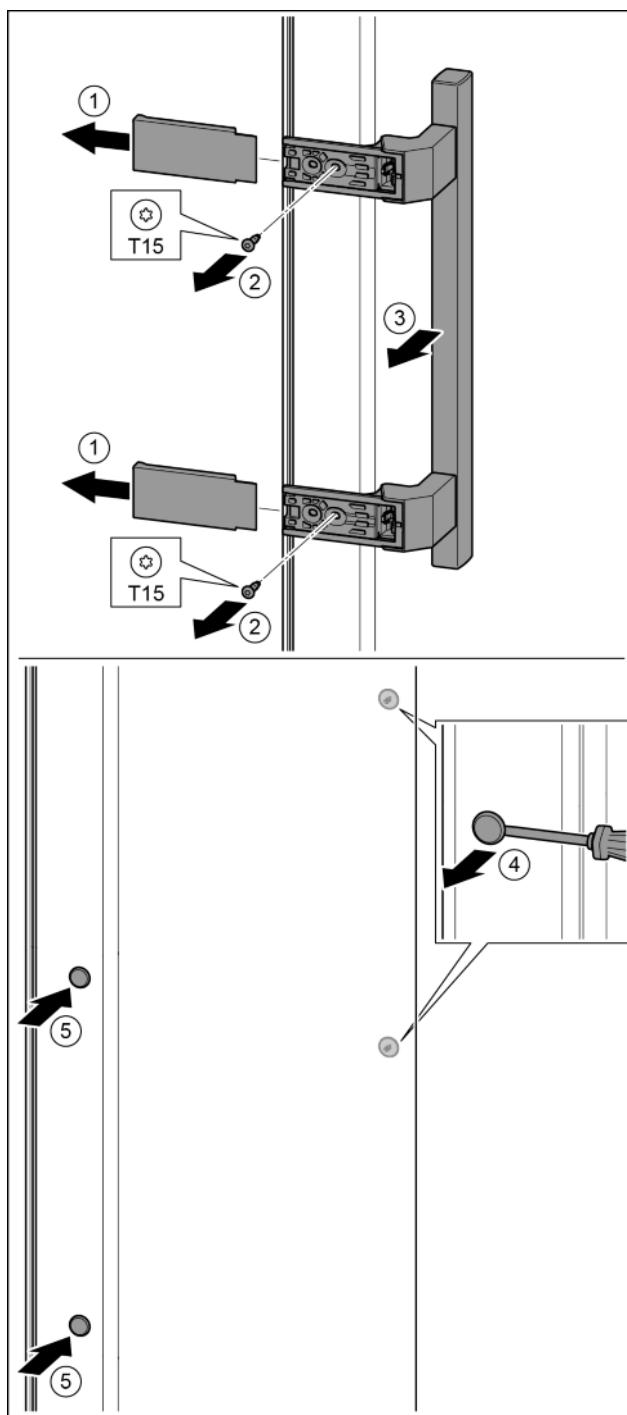

Fig. 31
- Снять крышки. *Fig. 31 (1)*
- Выкрутить винты отверткой T15. *Fig. 31 (2)*
- Снять ручку. *Fig. 31 (3)*
- Осторожно приподнять шлицевой отверткой боковые заглушки и вынуть их. *Fig. 31 (4)*
- Заглушки снова вставить с другой стороны. *Fig. 31 (5)*